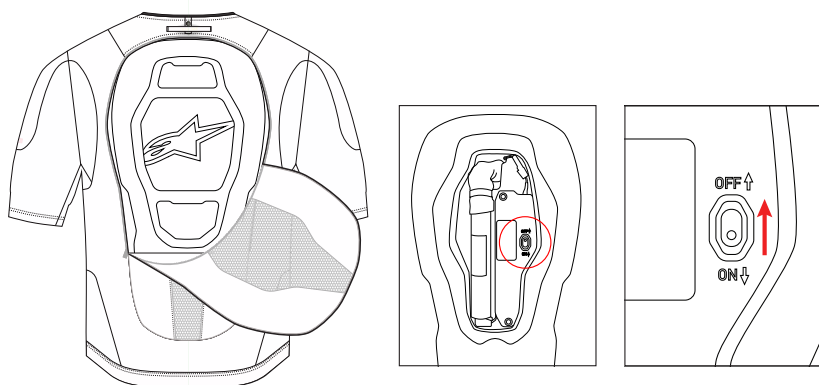

Abbildung 3: Airbag-Steuergerät und Versandmodus-Schalter
Um auf den Rückenprotektor zuzugreifen, öffnen Sie den Reißverschluss auf der Rückseite des Systems. Nach dem Öffnen kann der Benutzer leicht auf die Komponenten des Airbag-Steuergeräts zugreifen, indem er die hintere Abdeckung durch Anheben und Lösen des Klettverschlusses öffnet. Sobald die Abdeckung entfernt ist, kann der Benutzer das System in den Versandmodus versetzen, indem er den Schalter für den Versandmodus (5) in die Position OFF (AUS) schaltet, wie in Abbildung 3 dargestellt.